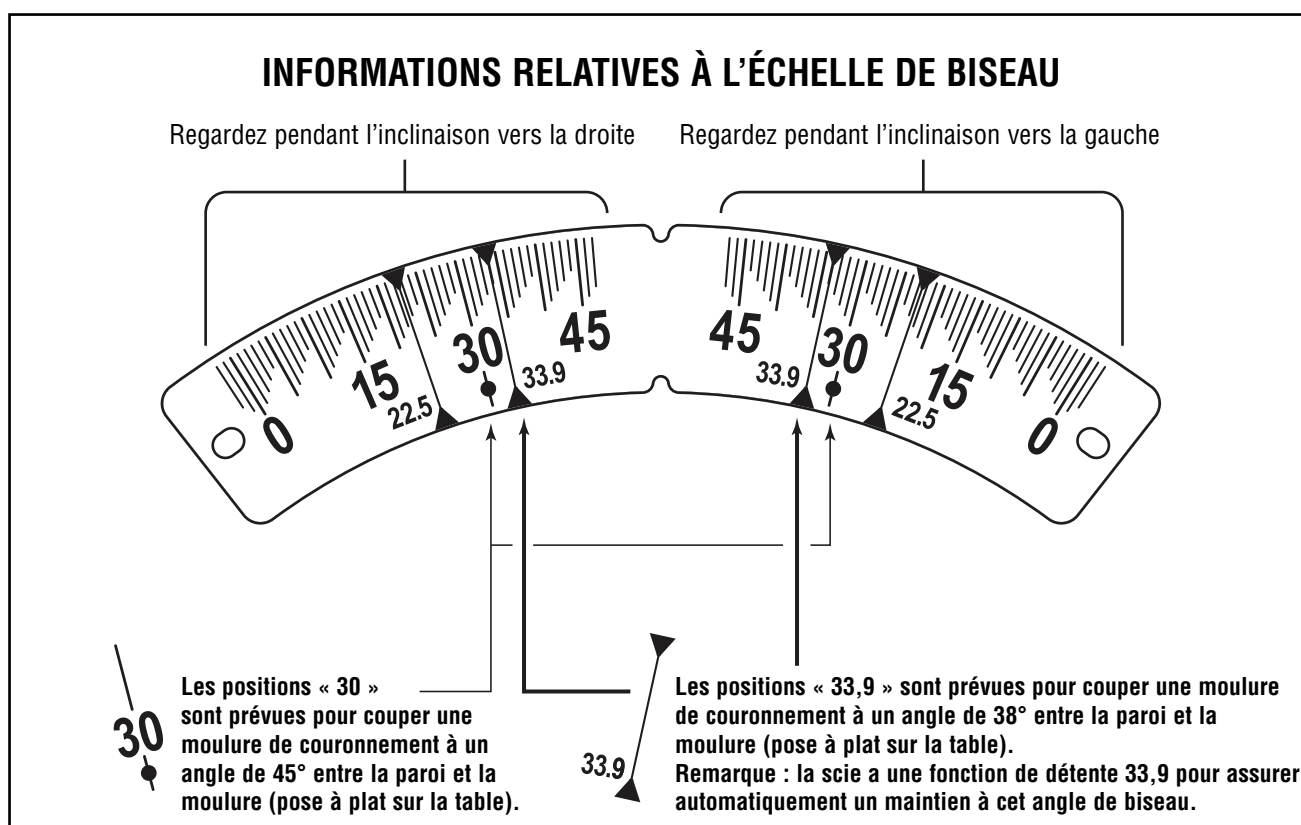

Figure 48. Informations relatives à l'échelle de biseau
- L'échelle de biseau a des dimensions et un positionnement qui permettent des lectures faciles – voir Figure 48.